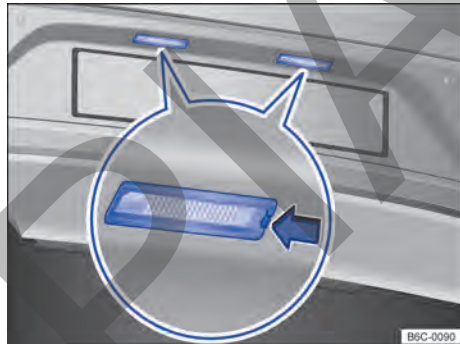

Fig. 161 En el parachoques trasero: luz de la placa de licencia.
- 2 Con la ayuda de un destornillador, presionar la traba → fig. 161 (flecha) para desmontar el conjunto.